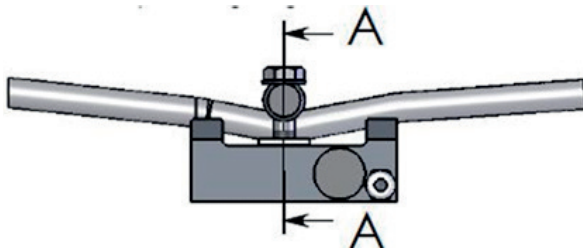

Fig. 5
2. Beladen Sie den Kran mit einem Gewicht, das möglichst nahe an der Maximallast liegt, ziehen Sie die beiden mit bei Linie A gekennzeichneten Schrauben (Abb. 5) fest, sodass das Ausgangssignal möglichst nahe bei  $1,6 \text{ mV/V}$  liegt (bei einer Versorgungsspannung von  $10 \text{ V}$ , sie beträgt sie  $16 \text{ mV}$ . Sie darf diesen Wert nicht überschreiten.) Wenn die Schrauben fest angezogen sind und  $16 \text{ mV}$  nicht erreicht werden, ist dies akzeptabel.